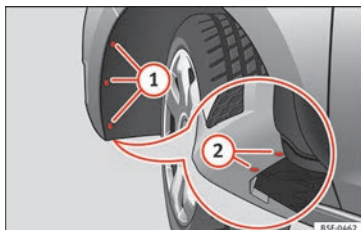

Abb. 112 Nebelscheinwerfer: Zugriff auf die Steckverbindung und den Lampenträger
- Entfernen Sie die 3 Schrauben **①** » **Abb. 112** aus dem Inneren des Radhauses und die 2 unteren Schrauben **②** » **Abb. 112** des Stoßfängers mit einem Schraubendreher.